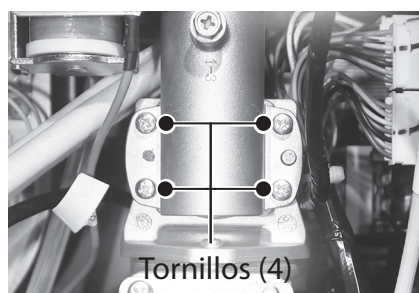

Figura 125 - Retire los tornillos de la válvula de gas.
- 13 Ubique y retire los cuatro tornillos que fijan la válvula de gas al múltiple de gas. Deje los tornillos a un lado en un lugar seguro para volver a instalarlos. Consulte la Figura 125.
- 26 Ubique los cuatro tornillos que se retiraron anteriormente en el **Paso 13** y fije el múltiple de gas a la válvula de gas. Consulte la Figura 125.